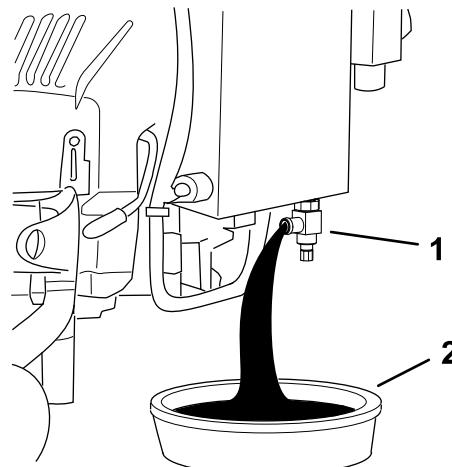

Figure 40
6. Placez un bac de vidange sous la vanne de vidange (Figure 40).